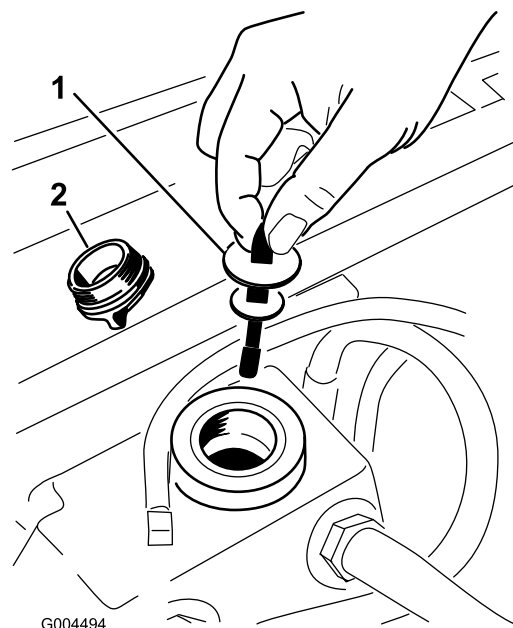

Рисунок 58
5. Снимите крышку заливной горловины бака гидравлической жидкости (Рисунок 58).
6. Выверните масломерный щуп и протрите его чистой ветошью (Рисунок 58).
7. Вставьте масломерный щуп в заливную горловину; затем извлеките его и проверьте уровень жидкости (Рисунок 58).